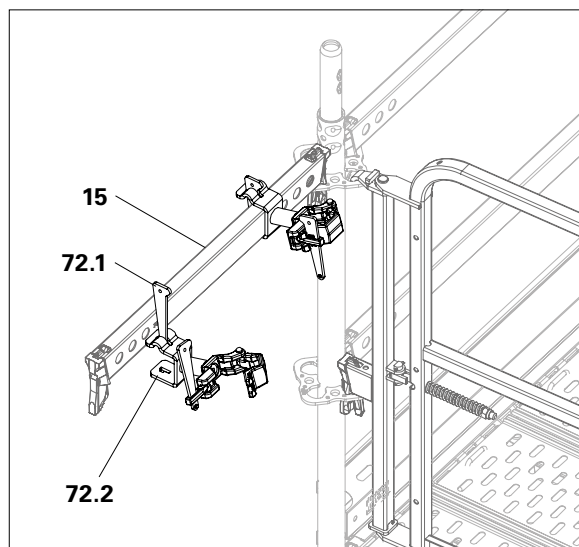

Abb. A9.02a
1. Keil (72.1) aus dem Klemmteil (72.2) herausziehen und Klemmteil über den Horizontalriegel (15) aufschieben.
2. Keil in Klemmteil durchstecken und festschlagen. (Abb. A9.02a)